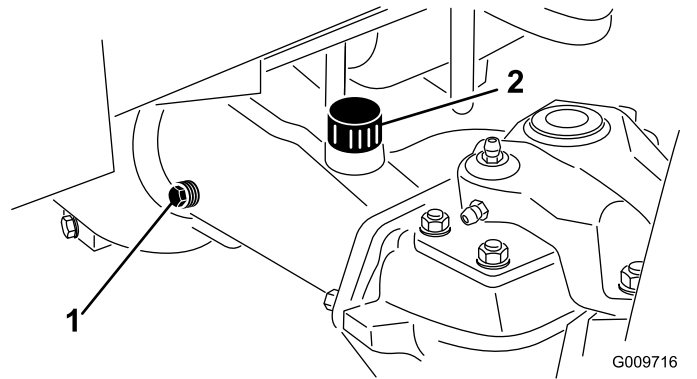

Figure 111
- Enlevez un bouchon de contrôle à une extrémité du pont et vérifiez que le lubrifiant atteint la base de l'orifice (Figure 111).